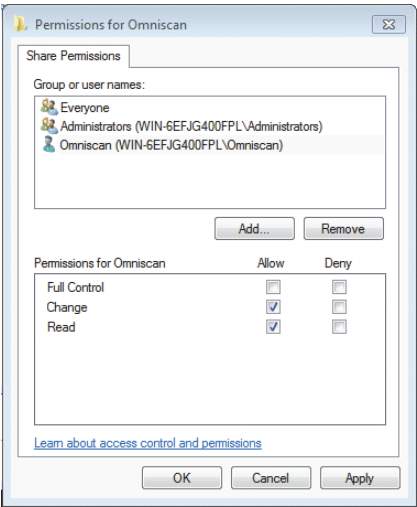

图 7-33 OmniScan 的权限对话框（Windows 7）
14. 返回到 **Permissions for Omniscan**（Omniscan 的权限）对话框，在 **Allow**（允许）竖列中选 **Change**（更改）和 **Read**（读取）复选框，然后点击 **OK**（确定）（参见第 200 页的图 7-33）。